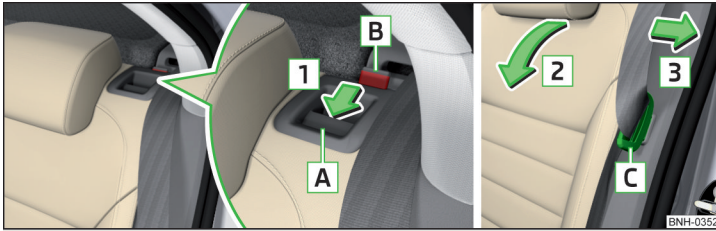

Abb. 63 Sitzlehne vorklappen / Sicherheitsgurt zur Seitenverkleidung ziehen und die Bereitschaftsstellung des Sicherheitsgurts
- › Die Schlosszunge **C** des Sicherheitsgurts in die Öffnung in der Seitenverkleidung stecken - Bereitschaftsstellung » Abb. 63.
- › Die Schlosszungen **C** der äußeren Sicherheitsgurte in die Öffnungen in der Seitenverkleidung stecken - Bereitschaftsstellung » Abb. 63.
- › Den hinteren äußeren Sicherheitsgurt zur Seitenverkleidung in Pfeilrichtung **3** ziehen » Abb. 63.